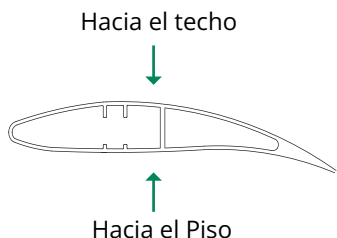

Fig.19.1
**19.1** Instale cada aspa del ventilador deslizando lentamente sobre las ranuras de la barra, cuidando la orientación de esta (fig. 19.1) manteniendo afuera el cable de seguridad como en se muestra en la fig. 19.2